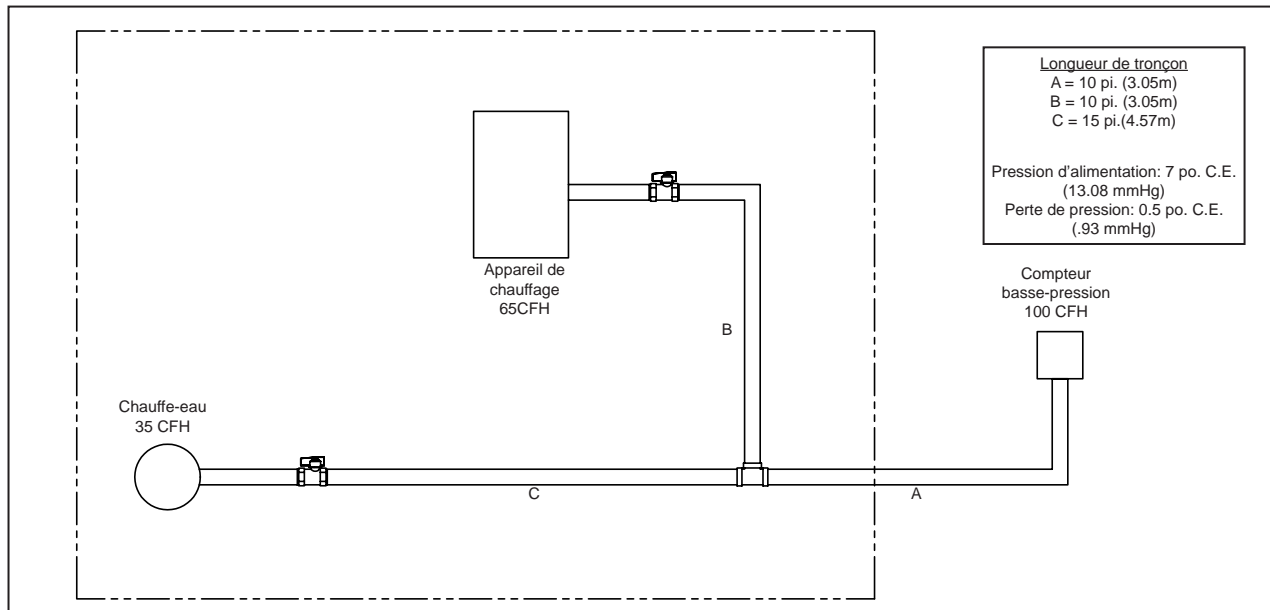

FIG. 3-2 Exemple 1 : Arrangement en série d'un système en basse pression, 7 po. C.E. (13.08mmHg)
Méthode du plus long tronçon (système à basse/ moyenne pression)-FIG. 3-2 and 3-3
1. Le système illustré à la Figure 3-2 illustre un arrangement typique uni-domiciliaire où un nombre limité d'appareils se retrouvent confinés généralement en un seul endroit. La pression d'alimentation est de 7 po. C.E. (13.08 mmHg) et la perte acceptable est de 0.5 po. C.E. (.93 mmHg).